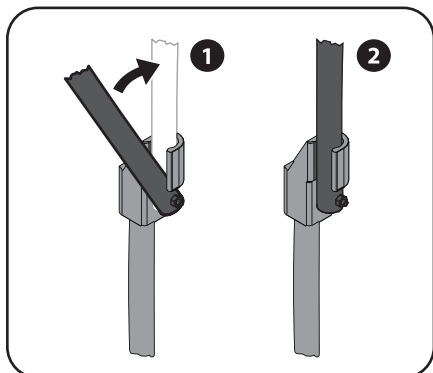

Figura 3-13
3. Rote la mitad de la parte de abajo del soporte vertical y asegúrelo en su lugar como se muestra en (3) Figura 3-13.